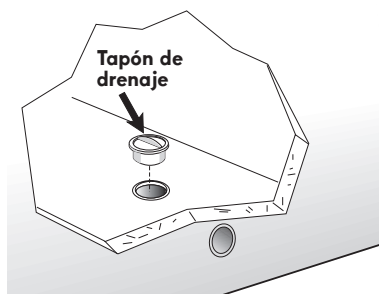

figura 4
- Jale hacia afuera el tapón de drenaje que se encuentra dentro del congelador (ver figura 4). El agua de descongelación se drenará. Verifique la bandeja ocasionalmente para controlar que el agua no se desborde.